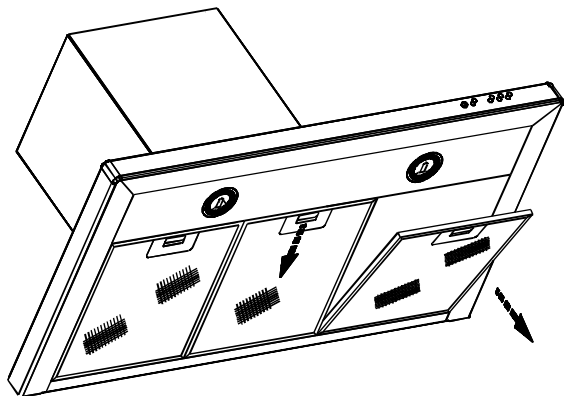

РИС. 10
8.6.2. Снимите алюминиевый фильтр (рис. 10).
8.3. Для очистки фильтра извлеките его из зонта (рис. 10) и произведите его очистку с помощью щетки горячим водным раствором нейтрального моющего средства или денатурированным спиртом.